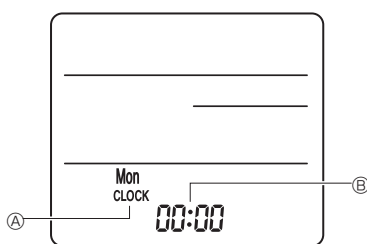

Fig. 6-5
3) Налаштування (налаштування годинника) (Fig. 6-5)